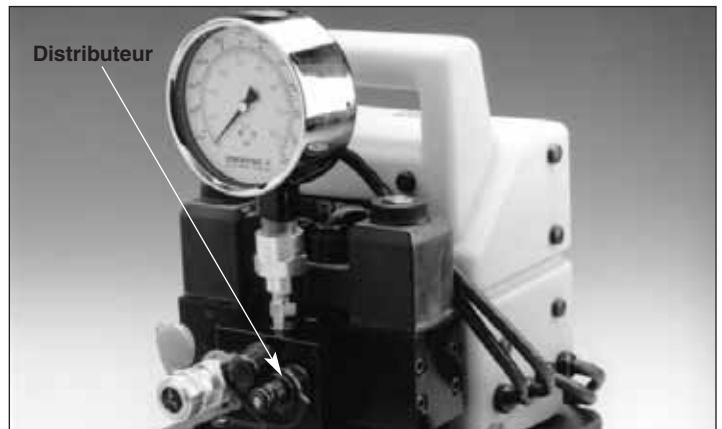

Figure 3, Distributeur de sortie de pompe
1. Raccorder les flexibles au distributeur de sortie de la pompe illustré à la figure 3. VEILLER à utiliser le tuyau marqué « ENERPAC 800 SERIES - 800 BAR/11.600 PSI MAX ».